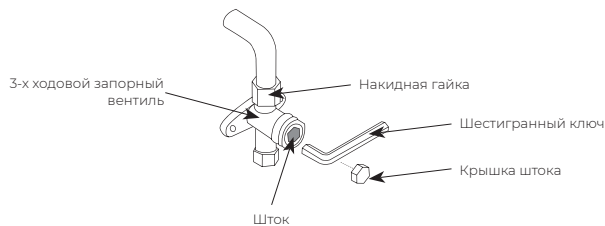

Рис. 23
7. Вставьте шестигранный ключ в шток 3-х ходового запорного вентиля и откройте его, повернув ключ на $1/4$ оборота против часовой стрелки (см. рис. 23). Проконтролируйте на слух выход газа из системы, затем через 5 секунд закройте вентиль.